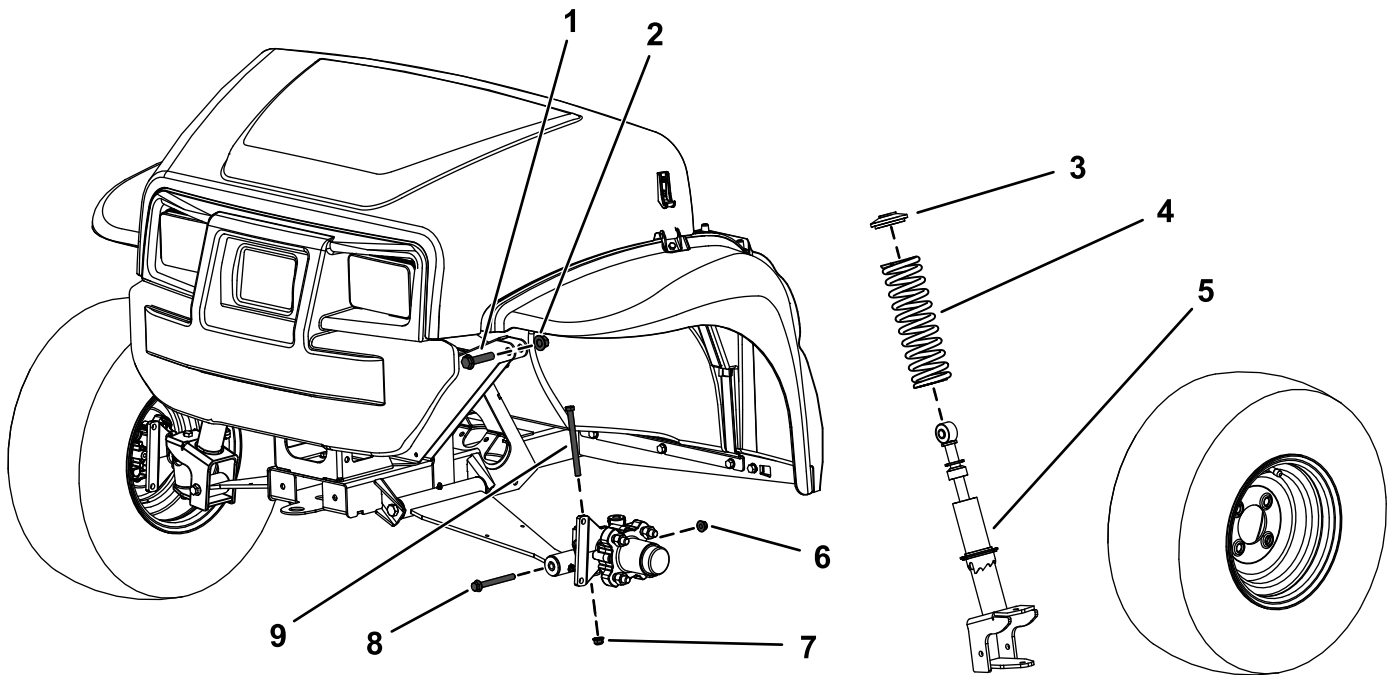

图1
2. 从轴上卸下六角头螺栓 $3/8 \times 4-3/4$ 英寸和凸缘螺母 $3/8$ 英寸 图1。
3. 从控制臂上卸下六角头螺栓 $3/8 \times 3-1/2$ 英寸和凸缘螺母 $3/8$ 英寸 图1。
4. 卸下将支柱组件固定到上架架的六角头螺栓 $1/2 \times 2-1/4$ 英寸和锁紧螺母 $1/2$ 英寸 图1。
5. 拆卸支柱组件 图1。
3. 从支柱组件取下弹簧图1。
4. 将新弹簧安装到现有支柱组件图1。
2. 如图1所示用上六角头螺栓1/2 x 2-1/4 英寸和锁紧螺母1/2 英寸将支柱组件的上部固定到机架上。
4. 将六角头螺栓3/8 x 4-3/4 英寸和凸缘螺母3/8 英寸安装到轴上图1。
6. 如图1所示用六角头螺栓3/8 x 3-1/2 英寸和凸缘螺母3/8 英寸将支柱组件的下部固定到控制臂上。